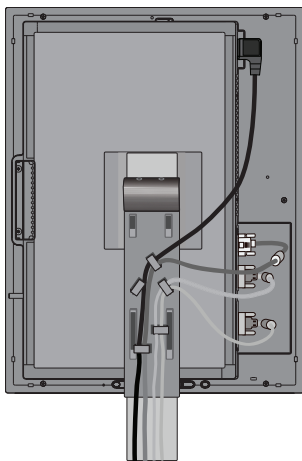

Abbildung C.3
Führen Sie das DVI-Kabel und das 15-polige Mini-D-Sub-auf-DVI-A-Kabel (nicht enthalten) durch die in **Abbildung C.3** angegebenen Halterungen.
7. Sorgen Sie dafür, dass alle Kabel flach am Fuß anliegen (**Abbildung C.3**).